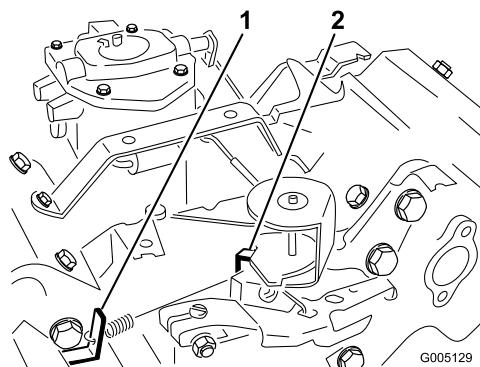

Bild 36
3. Biegen Sie den Anker-Federmitnehmer (Bild 36), um eine Leerlaufgeschwindigkeit von 1625 ± 100 U/min zu erzielen. Prüfen Sie die Motordrehzahl mit einem Drehzahlmesser.
5. Stellen Sie den Gasbedienungshebel auf „Schnell“. Biegen Sie den Federankermitnehmer in der Vollgaseinstellung (Bild 36), um eine hohe Leerlaufgeschwindigkeit von 2850 ± 50 U/min zu erzielen.